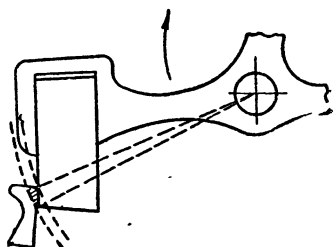

Рис. 85. Отход анкерного колеса назад
2. Во время работы спуска бывает момент, когда вилка, освобождая зуб анкерного колеса, находящийся на плоскости покоя, заставляет его отойти на незначительную величину назад, чтобы обеспечить выход палеты (рис. 85).